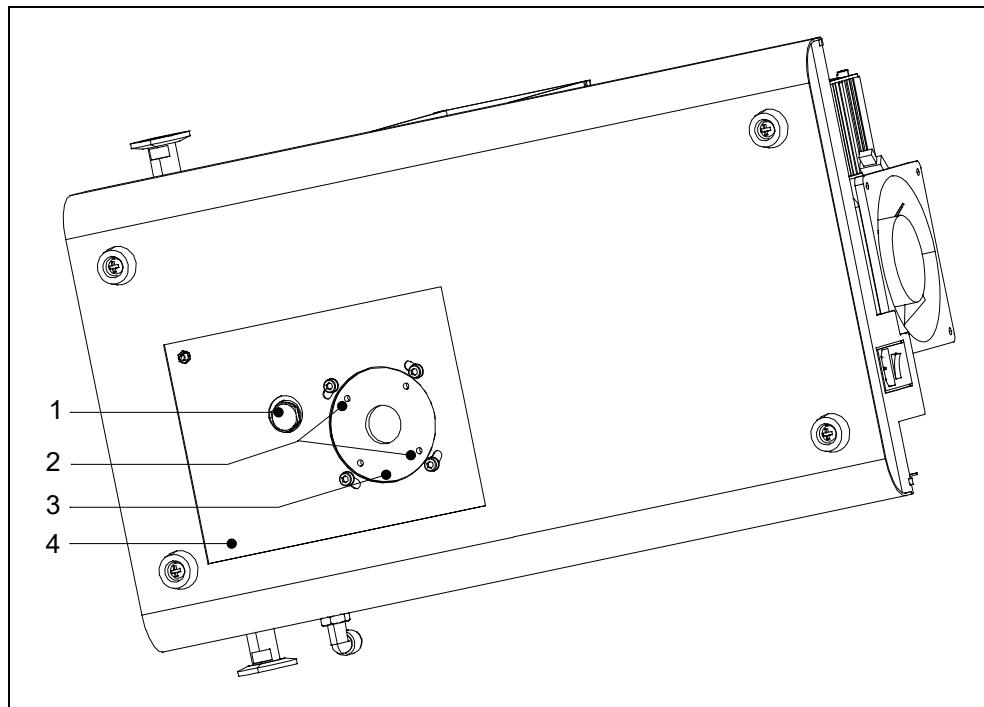

Fig. 7-3 Couvercle du réservoir de lubrifiant
- 4 Pour remplacer le réservoir de lubrifiant de la pompe turbomoléculaire, dévissez le couvercle situé à la base de la pompe turbomoléculaire. Voir à ce propos la Fig. 7-3/3.